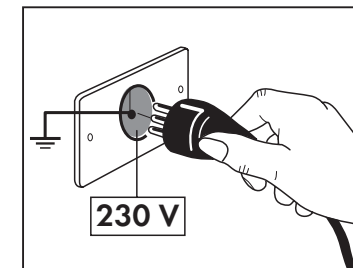

Fig. 1
• Assicurarsi che l'impianto elettrico di rete (230V- 50/60Hz) sia munito di protezione salvavita, secondo quanto prescritto dalle normative esistenti in materia (Fig. 1)